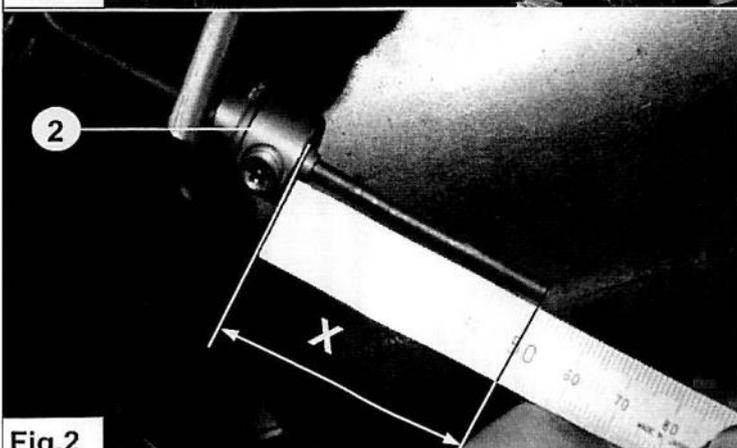

Fig.2
4. Réglez le CFA avec la pièce coulissante 2, de sorte que $X=50mm \pm 0.5$. Voir fig. 2.